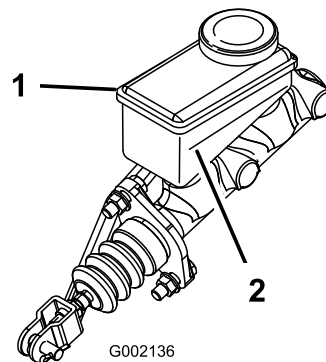

Figura 53
5. Mire el nivel de aceite en el lateral del depósito (Figura 53).
- B. Añada líquido de frenos DOT 3 al depósito hasta que el nivel esté por encima de la línea Mínimo (Figura 53).